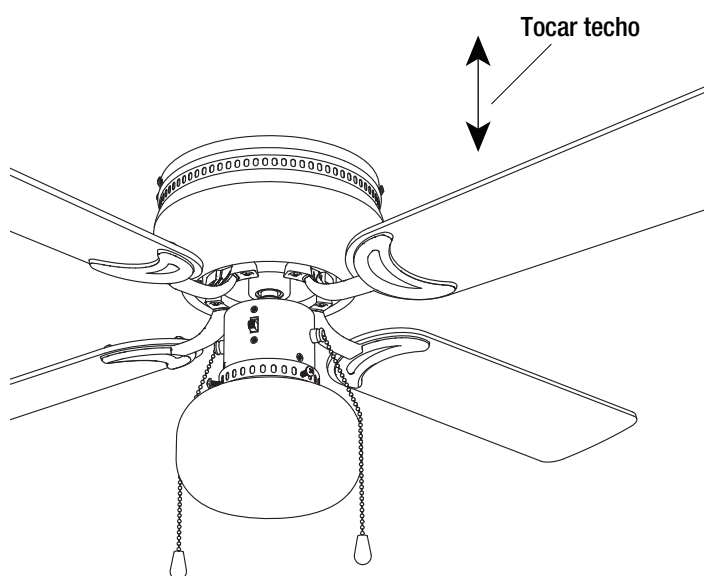

Figura 12
- La mayoría de problemas de bamboleo ocurren cuando los niveles de las aspas son desiguales. Compruebe este nivel seleccionando un punto en el techo sobre la punta de una de las aspas. Mida esta distancia como se muestra en la Figura 12. Gire el ventilador hasta que la siguiente aspa esté ubicada para medición. Repita para cada aspa. Las medidas deben estar dentro de 1/8 pulg.